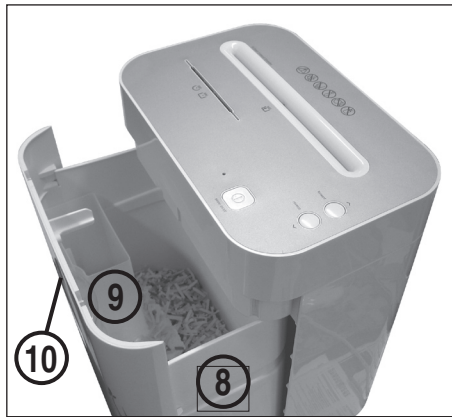

Fig. 3
- 8 = Recipiente recolector de papel (Fig. 3)**
- 9 = Bandeja recolectora de CD/DVD/FD (Fig. 3)**
- 10 = Ventana de control del nivel de llenado (Fig. 3)**
CÓMO VACIAR EL RECIPIENTE RECOLECTOR (Fig. 3):
El recipiente recolector con dos compartimentos se ha concebido para separar correctamente la basura. Está compuesto por el recipiente de papel (8) propiamente dicho y una bandeja recolectora dispuesta por separado (9) para recoger los CDs, DVDs y FDs desmenuzados. El recipiente de recogida tiene que ser vaciado cuando el material desmenuzado pueda ser visto por la ventana de control del nivel de llenado (10) (fig. 3).